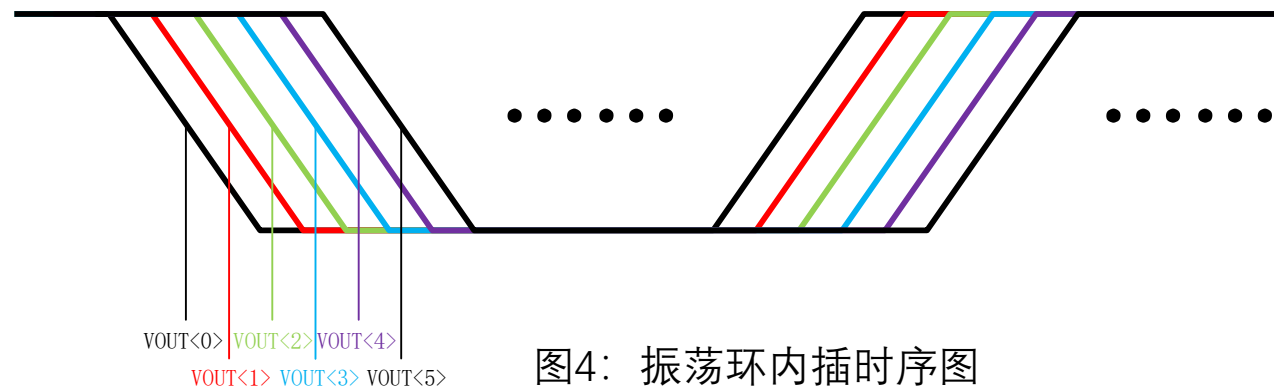

图4：振荡环内插时序图
- 内插后的振荡信号如图4所示，通过对这些信号进行锁存即可实现时间的量化。